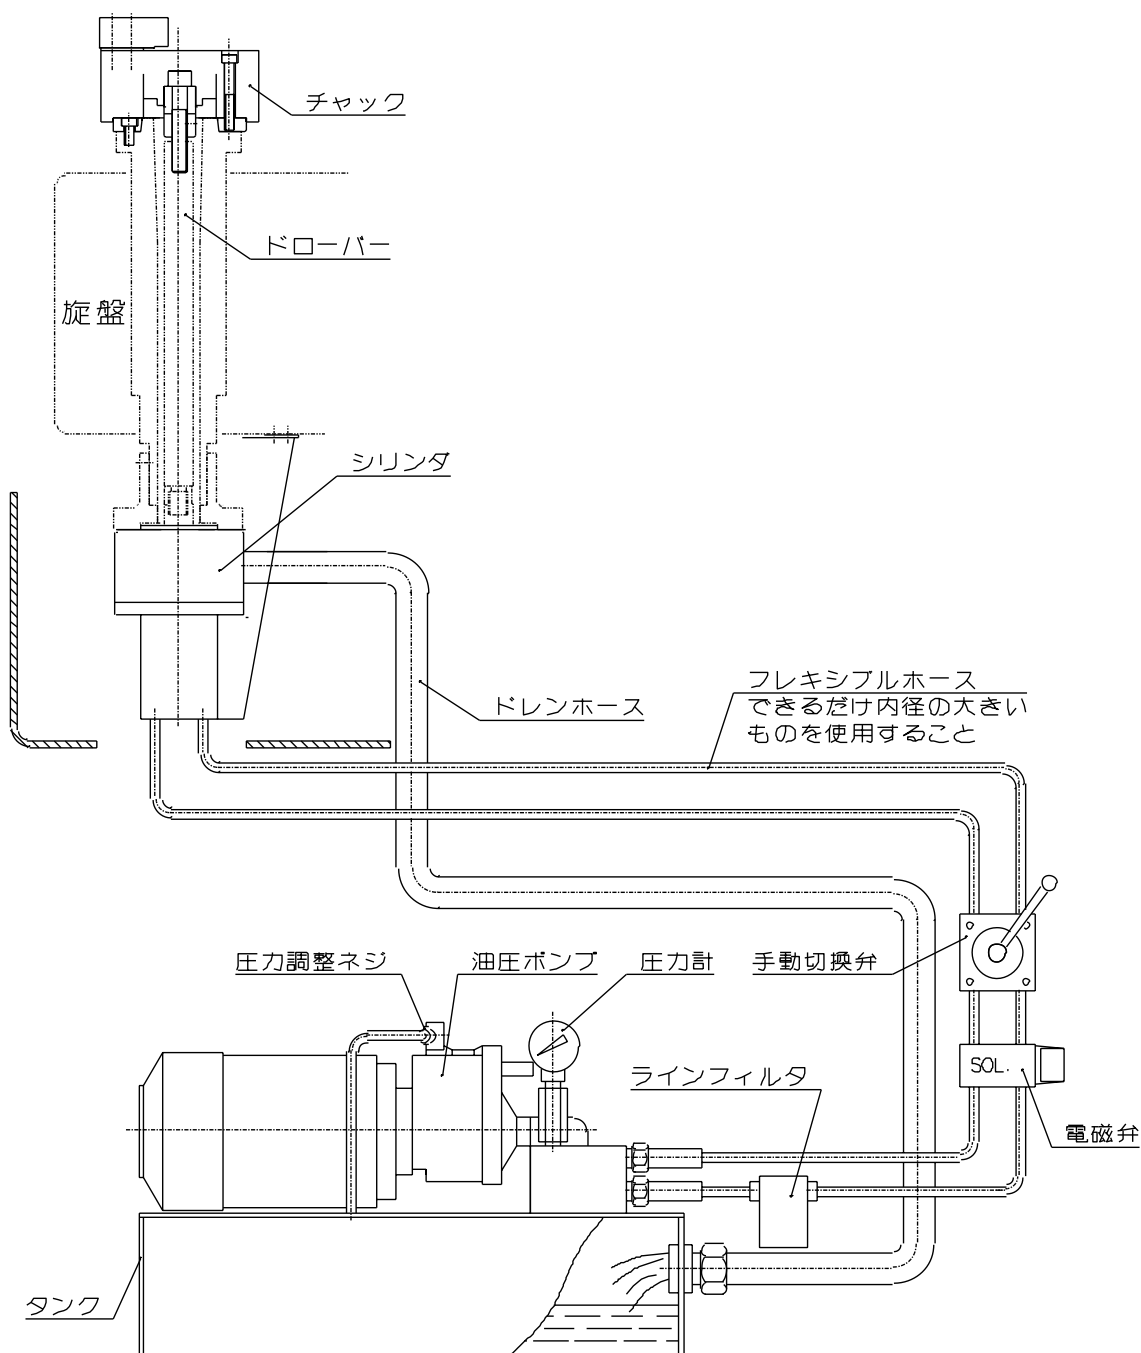

図 16
- ・ ドレンは必ず油圧ユニットの油面上に戻すこと。(図 16 参照)